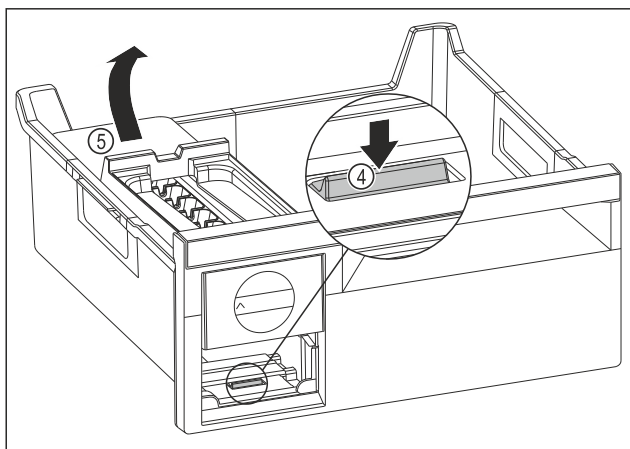

Fig. 87
- ▶ Vyjmutí korpusu EasyTwist-Ice: Lamelu Fig. 87 (4) zatlačte prstem směrem dolů a zároveň nadzvedněte druhou rukou korpus EasyTwist-Ice Fig. 87 (5) zezadu.